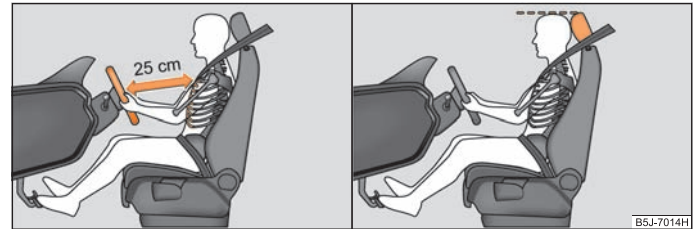

Abb. 105 Der richtige Abstand des Fahrers vom Lenkrad / Die richtige Kopfstützeinstellung des Fahrers
- Stellen Sie das Lenkrad so ein, dass der Abstand zwischen Lenkrad und Brustbein mindestens 25 cm beträgt \Rightarrow Abb. 105.
- Stellen Sie die Kopfstütze so ein, dass die Oberkante der Kopfstütze sich möglichst auf einer Höhe mit dem oberen Teil Ihres Kopfes befindet \Rightarrow Abb. 105 rechts.
- Der Fahrer muss einen Abstand zum Lenkrad von mindestens 25 cm einhalten ⇒ Seite 114, Abb. 105. Wenn Sie den Mindestabstand nicht einhalten, kann Sie das Airbag-System nicht schützen – Lebensgefahr!
- Stellen Sie die Kopfstütze so ein, dass die Oberkante der Kopfstütze sich möglichst auf einer Höhe mit dem oberen Teil Ihres Kopfes befindet ⇒ Seite 114, Abb. 105.
- Stellen Sie die Kopfstützen so ein, dass die Oberkante der Kopfstützen sich möglichst auf einer Höhe mit dem oberen Teil Ihres Kopfes befindet ⇒ Seite 114, Abb. 105.